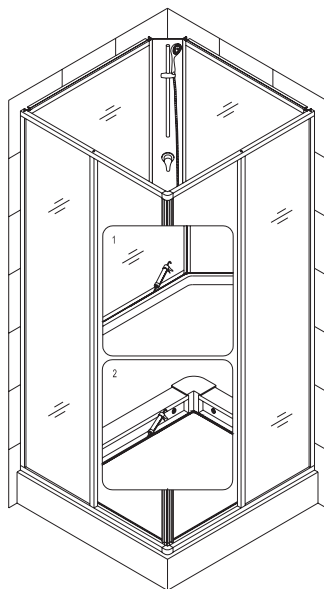

Рис. 10
9. Изолируйте при помощи силикона стыки между стенами и душевым поддоном изнутри кабины. Рис. 10